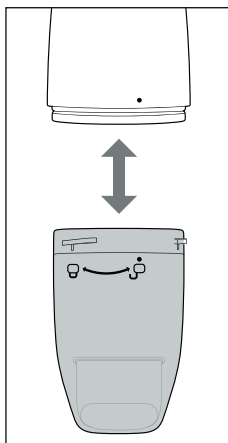

Fig. 7
2. Scoateți rezervorul de colectare a murdăriei **3** din aparat, astfel încât acesta să fie orientat în jos (a se vedea fig. 7).